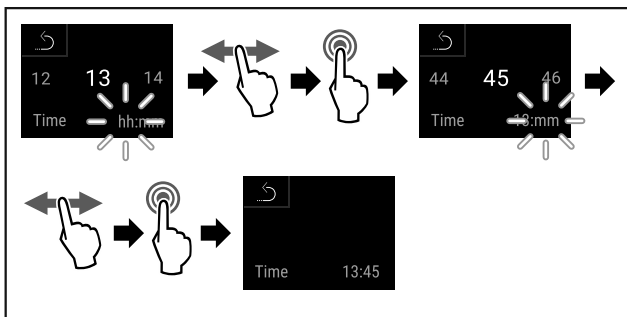

Fig. 108
- ▶ Провести етапи операцій (див. Fig. 108).